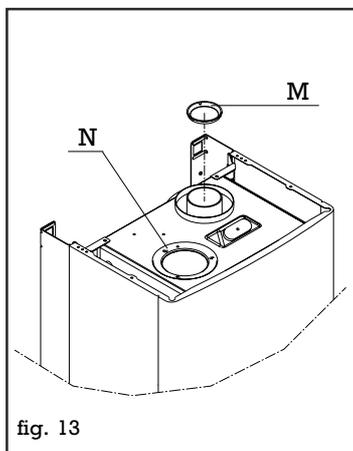
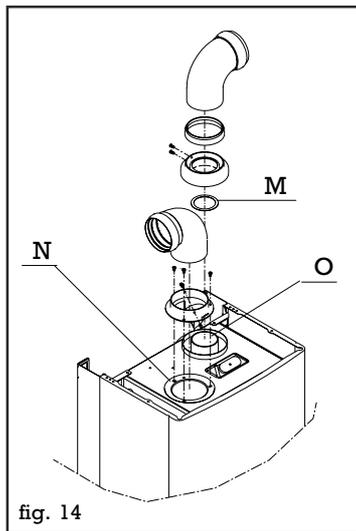

fig. 13
fig. 14
El conducto de aspiración del aire comburente se puede conectar en la entrada (N) - fig. 14 después de haber quitado la tapa de cierre fijada con 3 tornillos. La brida humos (M) - figuras 13 y 14 - cuando sea necesario, se tiene que quitar haciendo palanca con un destornillador.
A conduta de aspiração de ar comburente pode ser conectado na entrada (N) - fig. 14 - após ter removido a tampa de fecho fixada com 3 parafusos. A flange de fumos (M) - fig. 13 e 14 - quando for necessário, deve ser retirada levantando-a por meio de uma chave de parafusos.